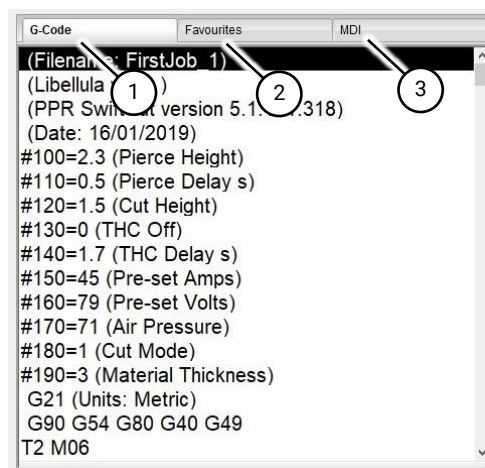

Fig 75 Onglets du volet G-Code
1. Le volet de gauche (Fig 75) affiche trois onglets différents comme suit :
2. L'onglet G-Code (Fig 75 (1)) montre les lignes du G-Code qui forment les actions qui seront entreprises pendant le processus de découpe. Chaque ligne est mise en surbrillance lorsqu'elle est en cours d'exécution.